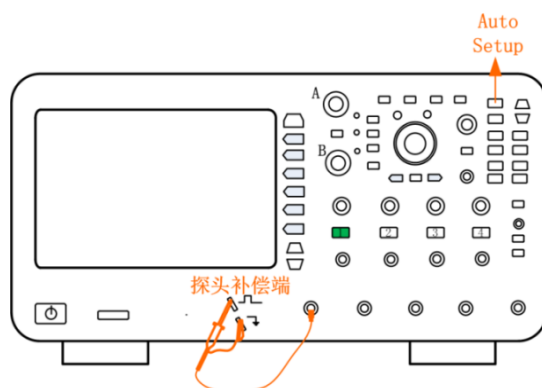

图 5.3 探头连接
(2) 恢复默认状态后，可接入信号，使用普通无源探头与面板上的“探头补偿端”进行连接，如下图 5.3 所示。
使用 ZP1050 型号的探头（由于公司探头会不断地更新升级，最终以实际标配的实物为准），示波器自动识别衰减档位 X10 档，比率为 10:1（无 X1 档），接入示波器中（将探头母头 BNC 端对准示波器通道 CH1 BNC 插头，按下向右旋转即可，同时将探头的探钩接到示波器探头补偿端接口，鳄鱼夹接地），具体如图 5.3 所示。
注：若探头接入的不是 CH1 而是 CH2、CH3 或 CH4，则按下面板上的【1】软键，软键变灰则关闭通道 1，按下【2】、【3】或【4】软键则打开相应通道则软键变亮，如图 5.3 所示。